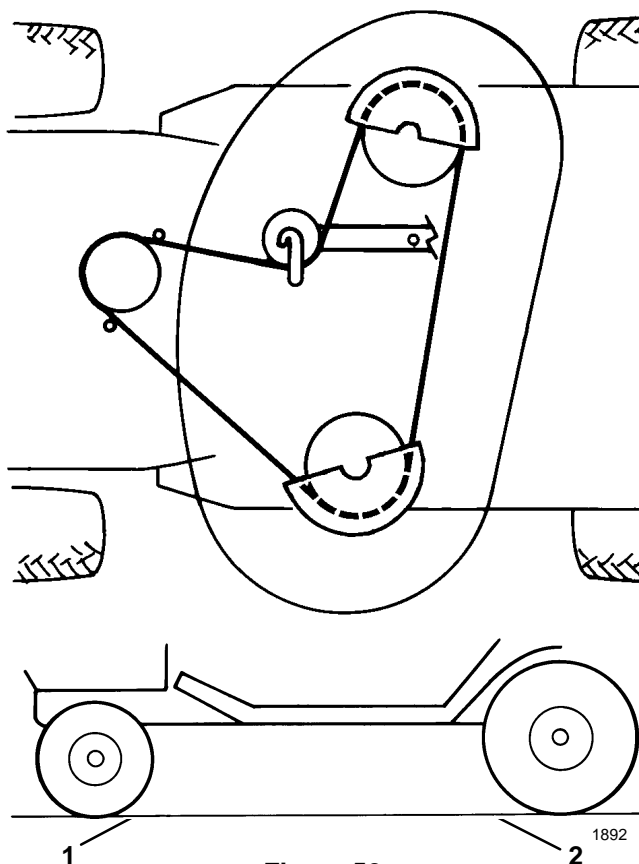

Figure 52
4. Contrôler l'inclinaison avant/arrière en mesurant la hauteur du bas de la tondeuse (au centre à l'avant et à l'arrière) par rapport au sol plat (Fig. 52). Si l'avant de la tondeuse est plus de 5 mm (3/16") plus bas que l'arrière, un réglage est nécessaire.